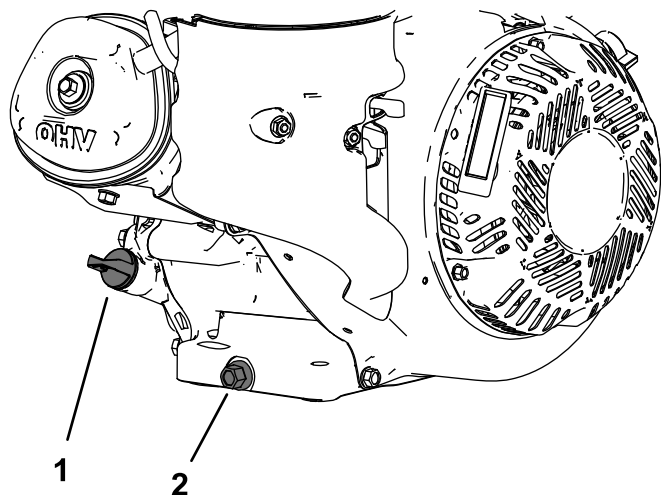

Figura 20
4. Togliete il tappo di spurgo (Figura 20).